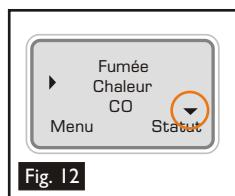

Fig. 12
- Une flèche 'vers le bas' ▼ en bas et à droite de 'Menu Principal' indique des options sont disponibles ci-dessous. Utilisez la touche flèche 'vers le bas' du clavier ↴ pour remonter dans le menu. (Fig. 12).